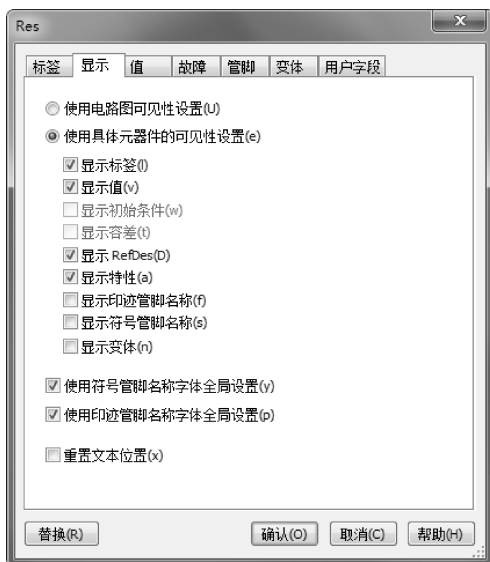

图 10-95 设置引脚可见性
- 12) 双击该元器件，弹出属性设置对话框，打开“显示”选项卡，选择“使用具体元器件的可见性设置”选项，取消“显示符号管脚名称”复选框的选择，如图 10-95 所示。